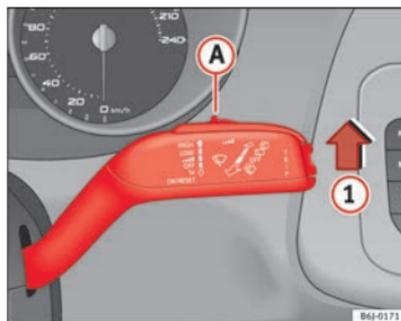

Abb. 67 Scheibenwischerhebel
- Bewegen Sie den Scheibenwischerhebel in Position **1** ⇒ **Abb. 67**.